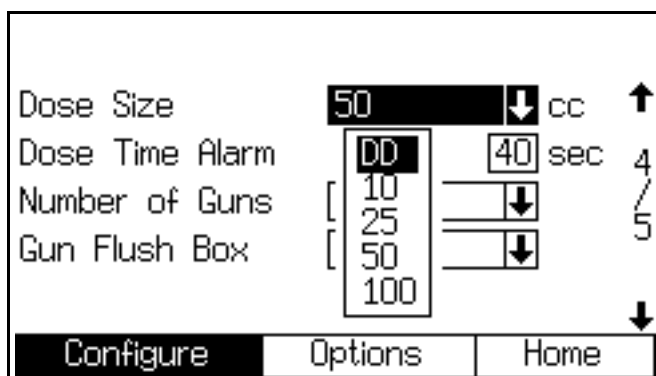

Рис. 54. Конфигурация экран 4, динамическое дозирование выбрано
2. Перейдите к экрану конфигурации системы 4. Выберите опцию "DD" из ниспадающего меню "Размер Дозы". Рис. 54.